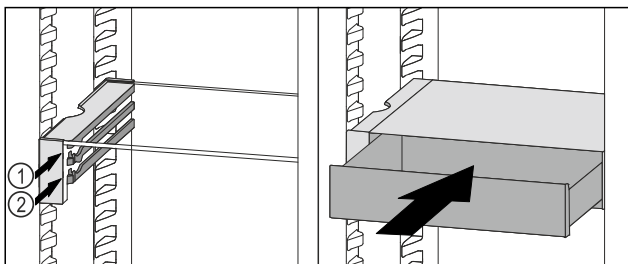

Fig. 140
- ▶ Coloque el cajón VarioSafe en la nervadura deseada Fig. 140 (1) o Fig. 140 (2) detrás de los topes.